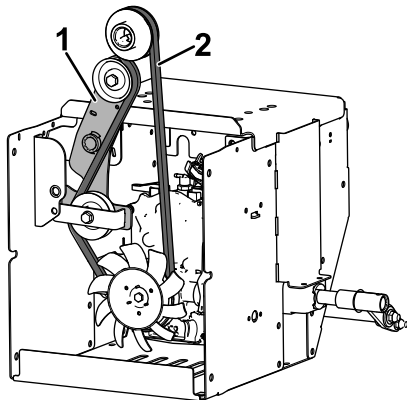

Bild 20
- A. Führen Sie den Antriebsriemen um den Hydrostatikantriebseinheit (Bild 20).
- B. Montieren Sie die beiden Antriebsriemenscheiben auf die Welle und legen Sie den Antriebsriemen um die Riemenscheiben (Bild 20).
7. **Wenn Sie den Antriebsriemen wiederverwenden**, verlegen Sie den Antriebsriemen wie unten dargestellt (Bild 20).